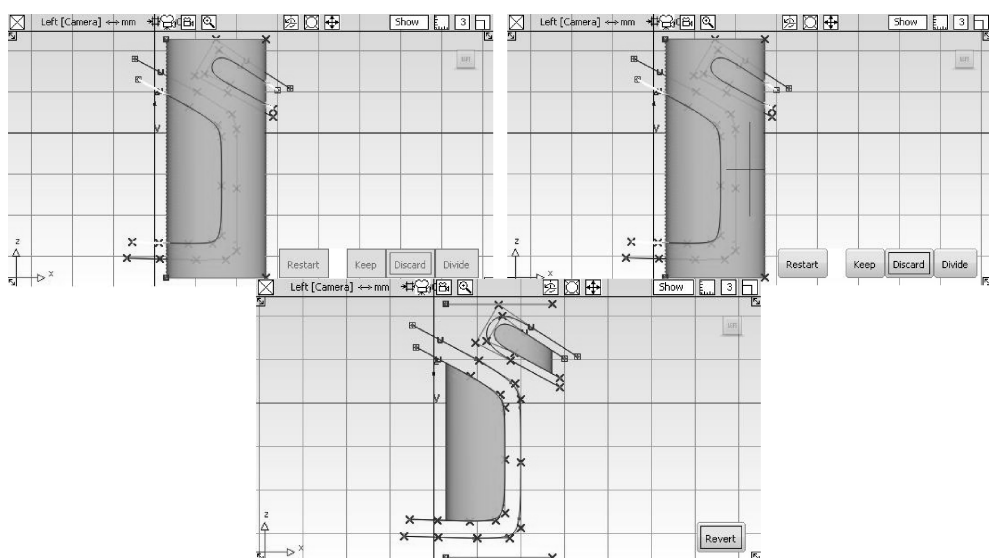

图 4-103 剪切曲面
- 31 选择【Trim】工具（前面设置过【3D Trimming】选项，【Trim】工具保留前面的设置），在透视窗中选择放样曲面。在【Left】正交视窗中选择经过缩放的两条曲线作为投影曲线，在曲面上单击选择要剪去的部分，单击视窗右下方的【Discard】按钮，如图 4-103 所示。